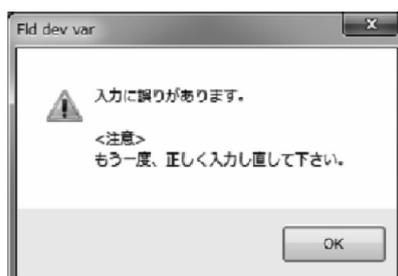

図186
- ① 設定項目を入力し、「OK」ボタンをクリックした後、LinkTop上でその設定に誤りがあると判断した場合には図186の警告のエラーボックスが現れます。「OK」ボタンをクリックし、誤った入力を訂正してください。